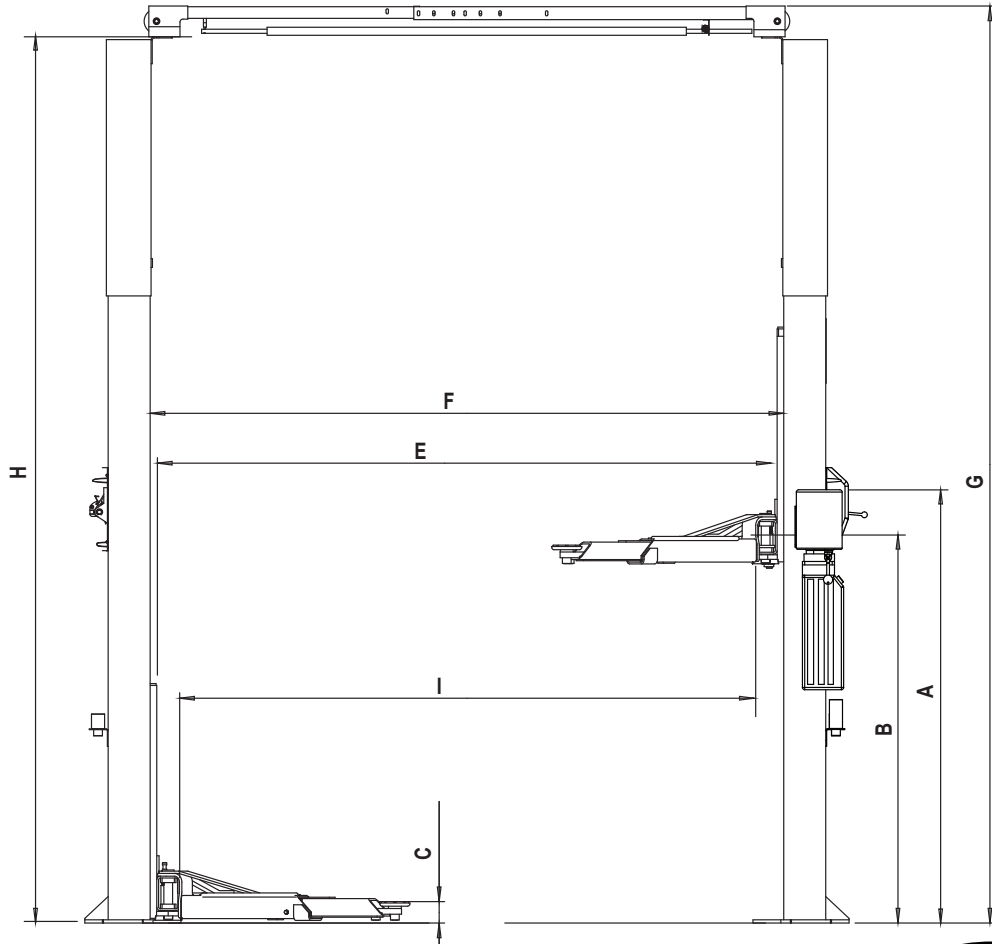
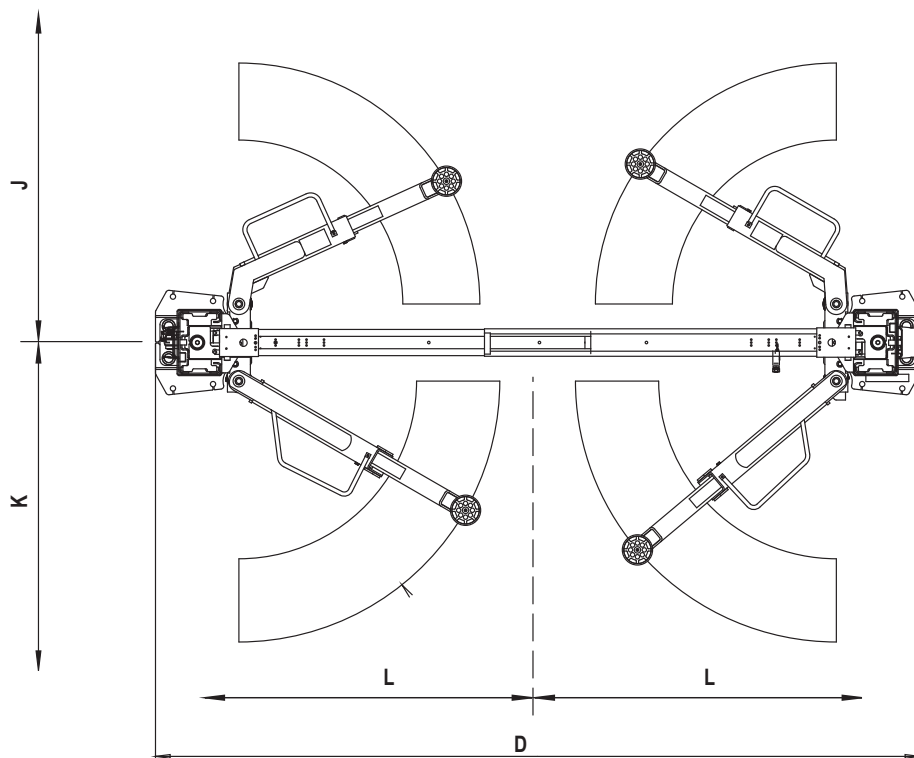

Fig. 1a
Fig. 1b
1. **Posizionamento del sollevatore:** Se disponibile, consultare il piano architettonico dell'edificio per definire la posizione del sollevatore. Le Fig. 1a e Fig. 1b riportano le dimensioni del layout di un vano tipico.